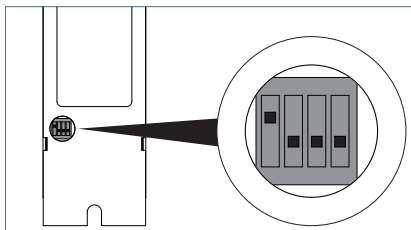

Fig. 29: DIP-Schalterstellung für Funktion Advanced Single Control.
- ▶ Stellen Sie den DIP-Schalter Nr. 1 auf Position „ON“, siehe Fig. 29.